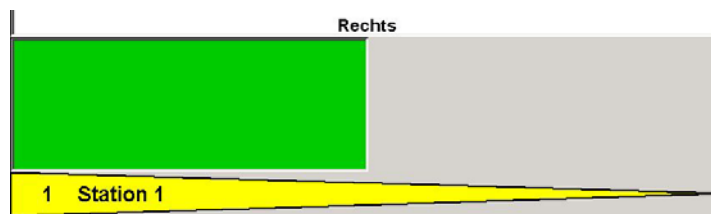

Abbildung 66: Beispiel – für eine gesperrte Fläche
- Klicken Sie mit der linken Maustaste in das Feld und markieren die Zahl. Tippen Sie danach den Betrag für die Sperrung ein. Im Beispiel sind es 4 Meter, die auf der rechten Seite der Station gesperrt sind. Die graue Fläche zeigt den gesperrten Bereich an. Siehe auch: Abbildung 66.